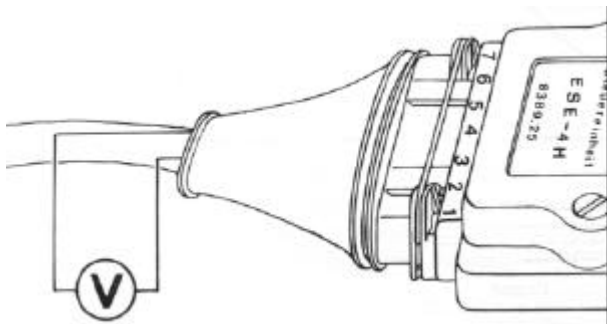

Bild E 6. Stecker für Steuereinheit
- Voltmeter zwischen die Steckerkontakte 6 (Messgerät +) und 3 (Meßgerät -) der Steuereinheit anschließen (der Stecker bleibt aufgesteckt) (siehe Bild E 6).